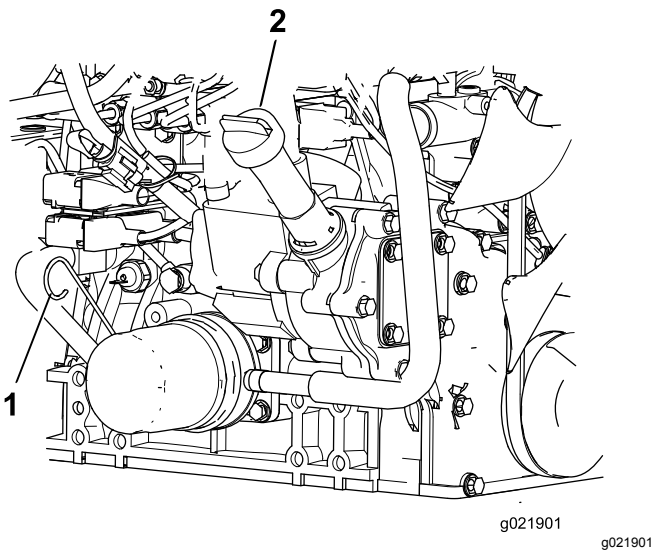

Figura 85
3. Retire la varilla, límpiela, vuelva a colocarla en el tubo y retírela de nuevo. El nivel de aceite debe estar entre las marcas LLENO y AÑADIR (Figura 85).
4. Si el nivel de aceite es bajo, retire el tapón de llenado y añada suficiente aceite para que llegue entre las marcas LLENO y AÑADIR (Figura 85).